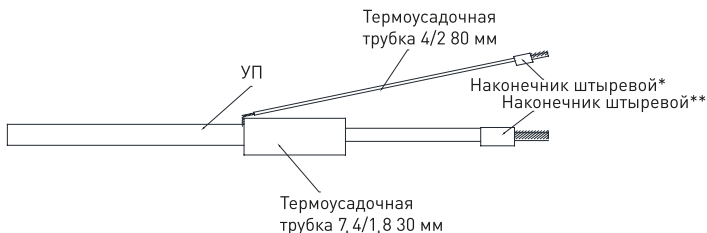

Рис. 10
7.4.3 Надвинуть на место разделки провода (место выхода «жгута» из оплетки из-под оболочки) трубку термоусадочную 7.4/1.8 длиной 30 мм и усадить её с помощью воздушного термопистолета (температура усадки 200 °С). Окончательный вид установочного провода подготовленного к подаче питания (см. рисунок 10).